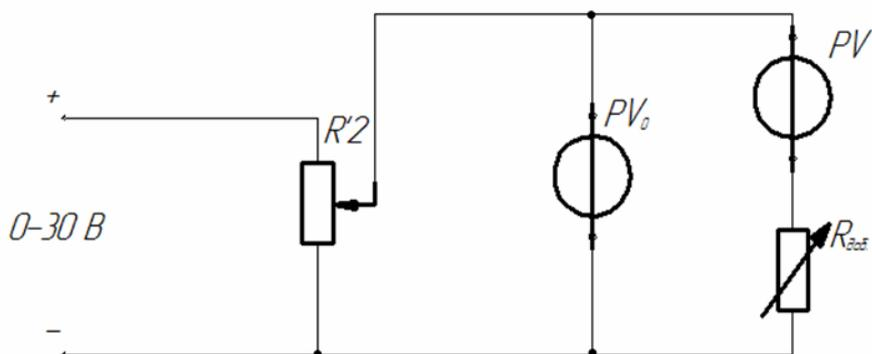

Рисунок 2 – Схема расширения диапазона измерения по напряжению при помощи добавочного сопротивления
- 4 Собрать схему (рис. 2) и предъявить для проверки руководителю.